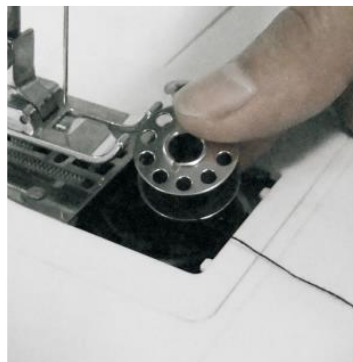

Abb. 8
- 2) Umetnite novi kalem u držač tako da konac ide u smjeru kazaljke na satu. Izvucite 10 cm iz navoja (Abb. 8).